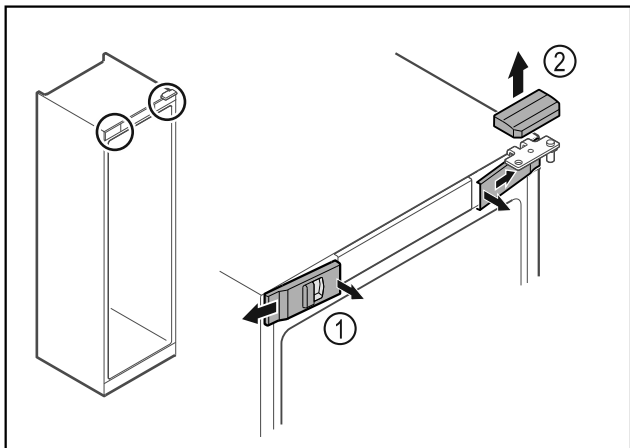

Fig. 5
- ▶ Lossa skydden fram Fig. 5 (1) på insidan och ta av dem åt sidan.
- ▶ Ta av det övre skyddet Fig. 5 (2) uppåt.